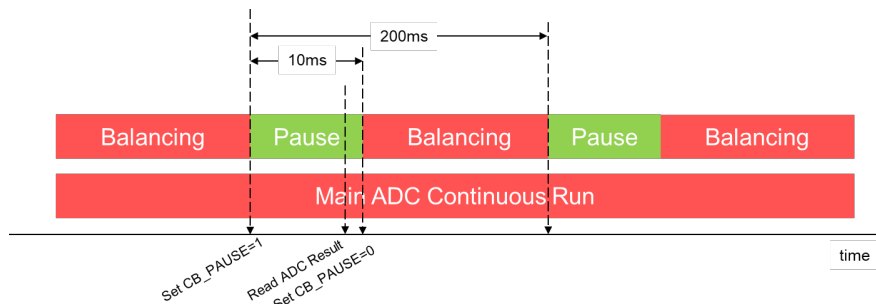

图 12: 均衡停下来再去读取电芯电压的数据
- (1)，在均衡的时候，虽然进行 ADC 采样，但主机不读取电芯电压的数据。或者主机读取电芯电压的数据，但不做处理或者判断。
- (2)，在需要进行电压采样时，把均衡停下来，等待一段时间，再去读取电芯电压的数据。读完电芯电压的数据后，再重新开始均衡。这期间，主 ADC 一直在进行 ADC 采样。如图 12 所示。